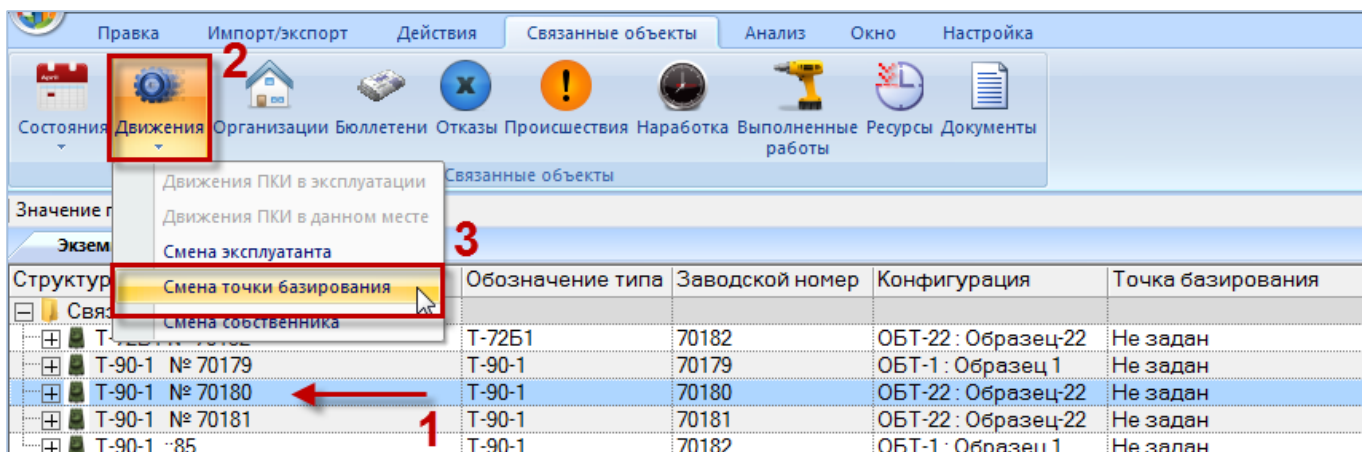

Рис. 22-36 – Открытие окна связанных объектов «Точка базирования»
2) Выделить экземпляр ФИ (1 на рис. 22-36).
3) Нажать кнопку «Движения» панели «Связанные объекты» и из раскрывшегося списка выбрать пункт «Смена точки базирования» (2 и 3 на рис. 22-36).